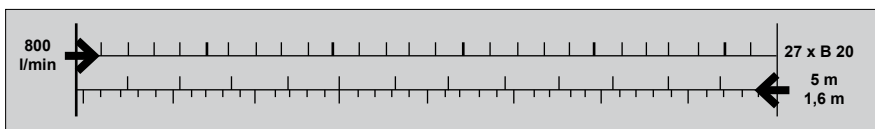

Bild 2: Ausschnitt aus dem Schätzlineal für den Förderstrom von 800 l/min und 8 bar Pumpenausgangsdruck
- Am Schätzlineal Büroklammern auf die richtige Leiste in der Anfangsposition entsprechend dem angenommenen Förderstrom stecken (Regelfall 800 l/min, vgl. Bild 2).